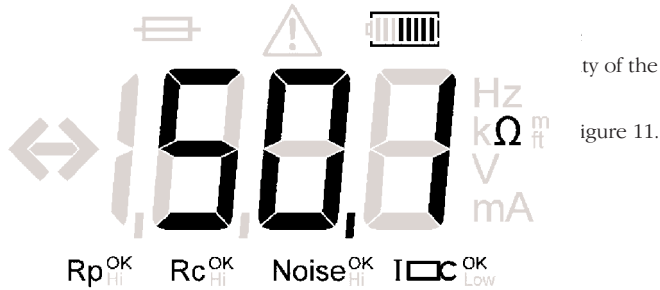

Figura 11: Lectura de la resistencia de tres puntos usando el ART
5. La lectura del medidor de resistencia aparecerá como muestra la Figura 11.